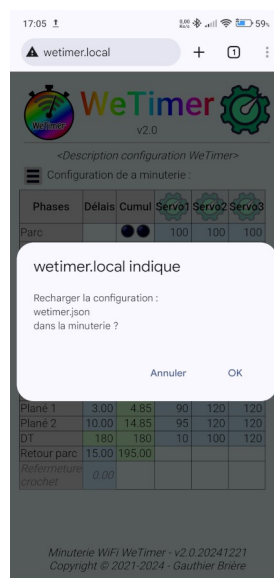

Figure 20
- ◆ Confirmez l'envoi du fichier à la minuterie (Figure 20),